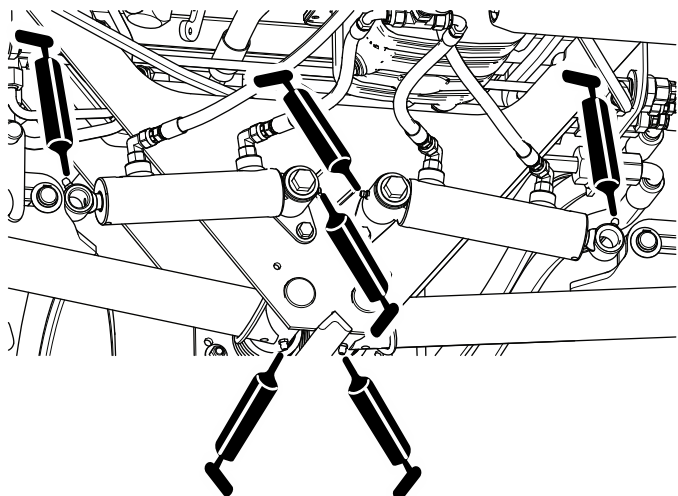

Figura 56
- Perni orientabili del braccio di sollevamento posteriore e cilindri di sollevamento (3 su ciascun lato); fate riferimento a Figura 56.